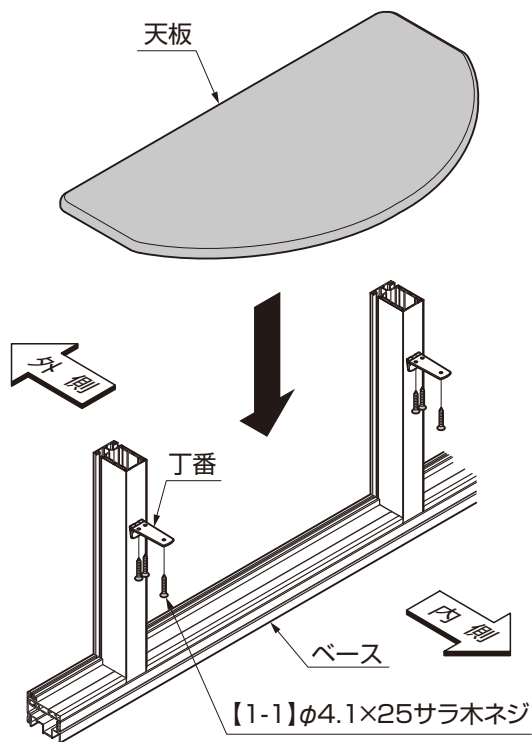
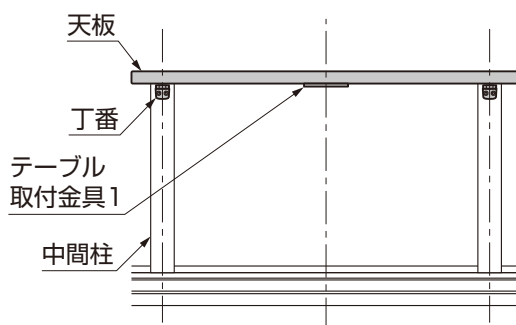

図2-5
図2-6
②天板を丁番に【1-1】で取付けてください。(図2-5、図2-6参照)
- 天板の取付け位置は、柱間の真中と天板の真中を合わせて取付けてください。(図2-6参照)